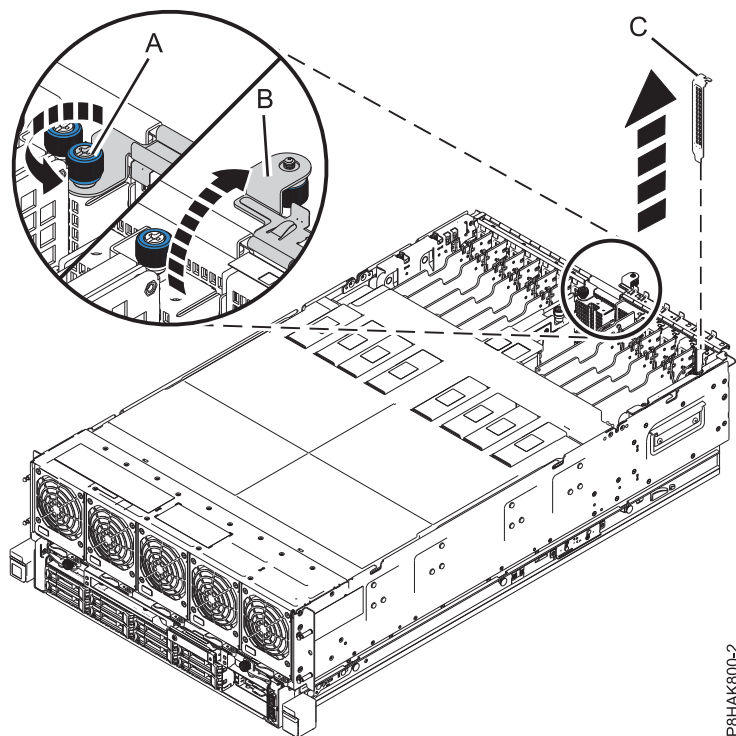

Figura 11. Remover um preenchimento de uma ranhura do adaptador PCIe no sistema 8408-44E ou 8408-E8E
- a. Desaparafuse o parafuso de aperto manual da calha de retenção de E/S até este ficar totalmente solto. Consulte (A) na Figura 11 na página 18.
- b. Abra a calha de retenção de E/S rodando-a para cima e para fora do sistema. Consulte (B) na Figura 11 na página 18.
- c. Para remover o preenchimento, segure no preenchimento (C) com cuidado pela respectiva extremidade superior ou pelo contraponto e remova-o do sistema. Consulte a Figura 11 na página 18.